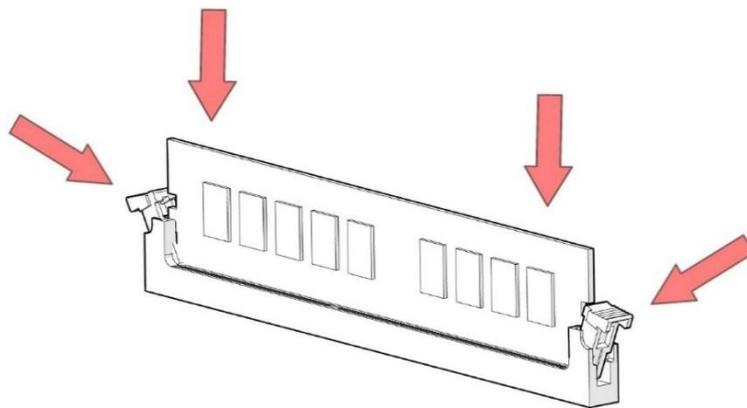

Рисунок 12 – Установка модуля памяти в слот
– вставить модуль памяти в слот до щелчка, не прилагая слишком больших усилий. Если модуль вставлен правильно, то фиксаторы попадают в вырезы по бокам модуля (рисунок 12);